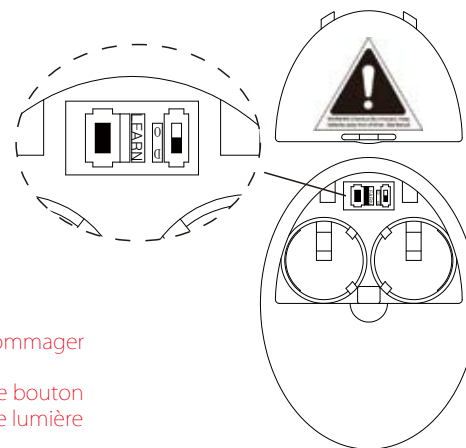

Fig. 19
ACTIVATION DU PROCESSUS D'APPRENTISSAGE(Fig. 19)
2. Après l'installation est terminée, l'alimentation C.A. est allumé dans les 30 secondes, appuyez sur le bouton LEARN et maintenez-le enfoncé pendant 3 secondes. Le ventilateur s'allume à vitesse moyenne et le lumière (s'il est installé) s'allume. Ceci confirme que le réglage SMART SYNC est actif et OK (FIG. 19)
INTERRUPTEUR DE SÉLECTION DE LA FONCTION lumière (Fig19)